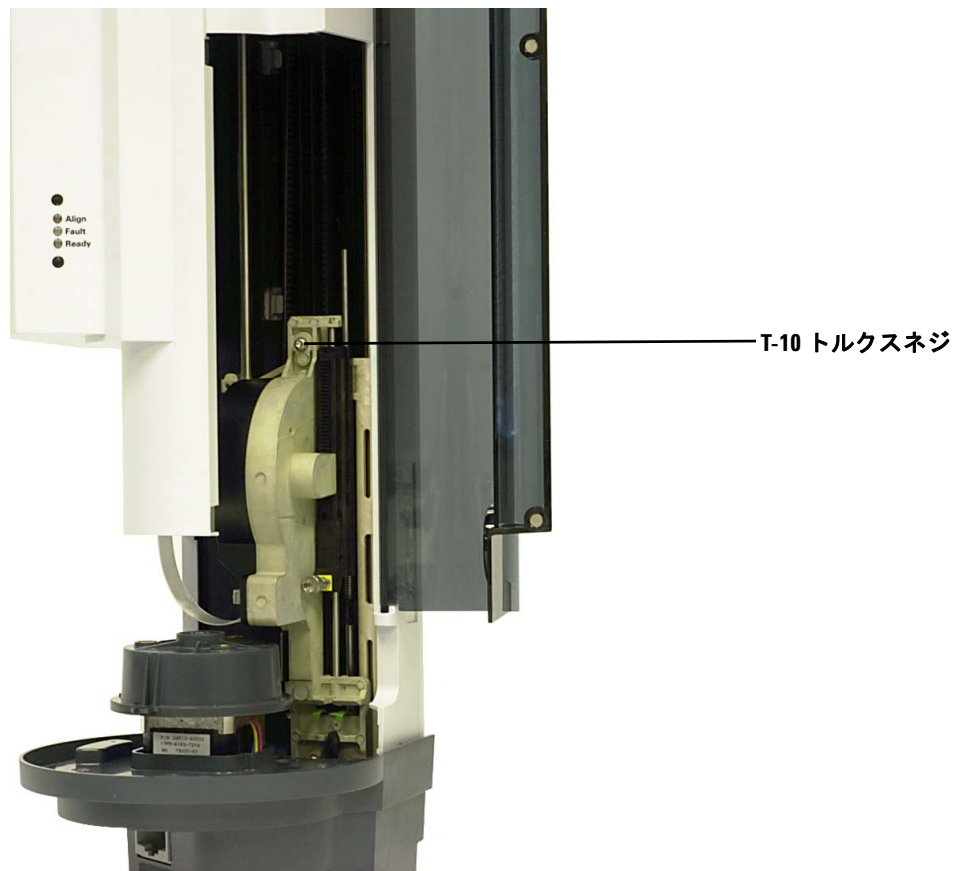

図 141 シリンジキャリアアセンブリ上部の T-10 トルクスネジを取り外す
- 7 シリンジキャリアアセンブリの上部の T-10 トルクスネジを完全に緩めて、取り外します (図 141)。